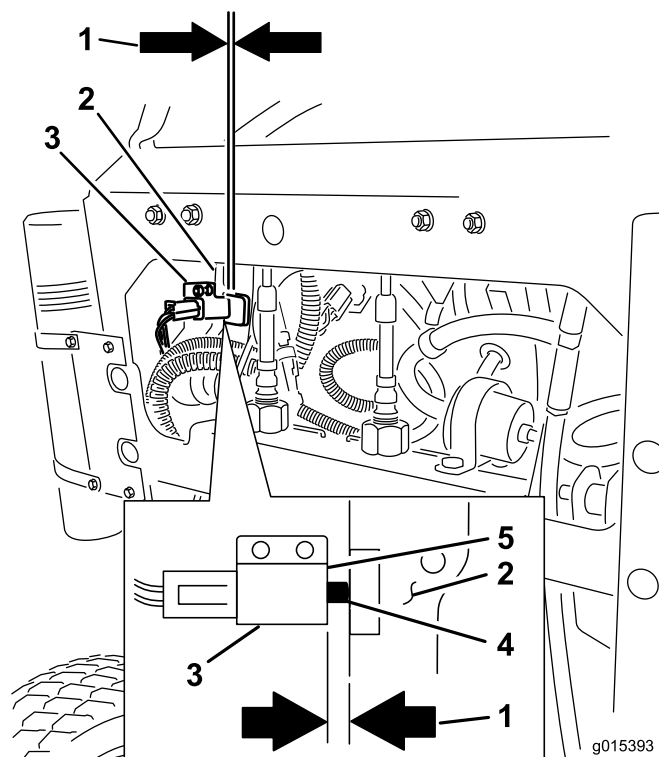

Figure 64
12. Vérifiez l'écartement entre le levier de frein et la face de l'interrupteur comme illustré à la Figure 64. L'écartement doit être de 3 mm quand le frein est serré.